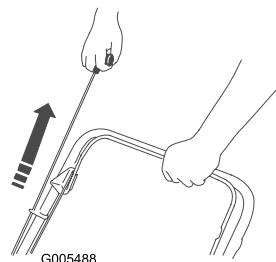

Figura 19
3. Tíre del arrancador de retroceso (Figura 19).